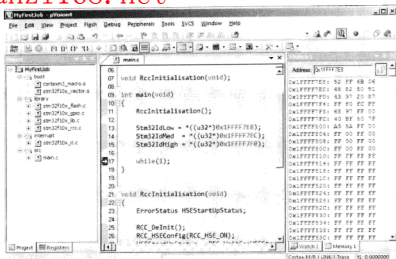

图 4.4.25 Memory 窗口
③ 变量一定是存放在 STM32 内部的存储空间中(无论是 Flash 空间还是 RAM 空间),即这些存储空间应该也是可以查看的。操作流程如下:选择 View → Memory Windows → Memory 1 / Memory 2 / Memory 3 / Memory 4 菜单项,此时根据选择出现 Memory 窗口。在 Memory 窗口中填入所要查看的存储地址(此处填入 0x1FFFF7E8,注意前面的 0x 不能省略),按下回车键后 Memory 窗口的内容发生跳转,如图 4.4.25 所示。
从图 4.4.25 中可以看到,从 0x1FFF7E8 地址处开始的数据分配情况如下: